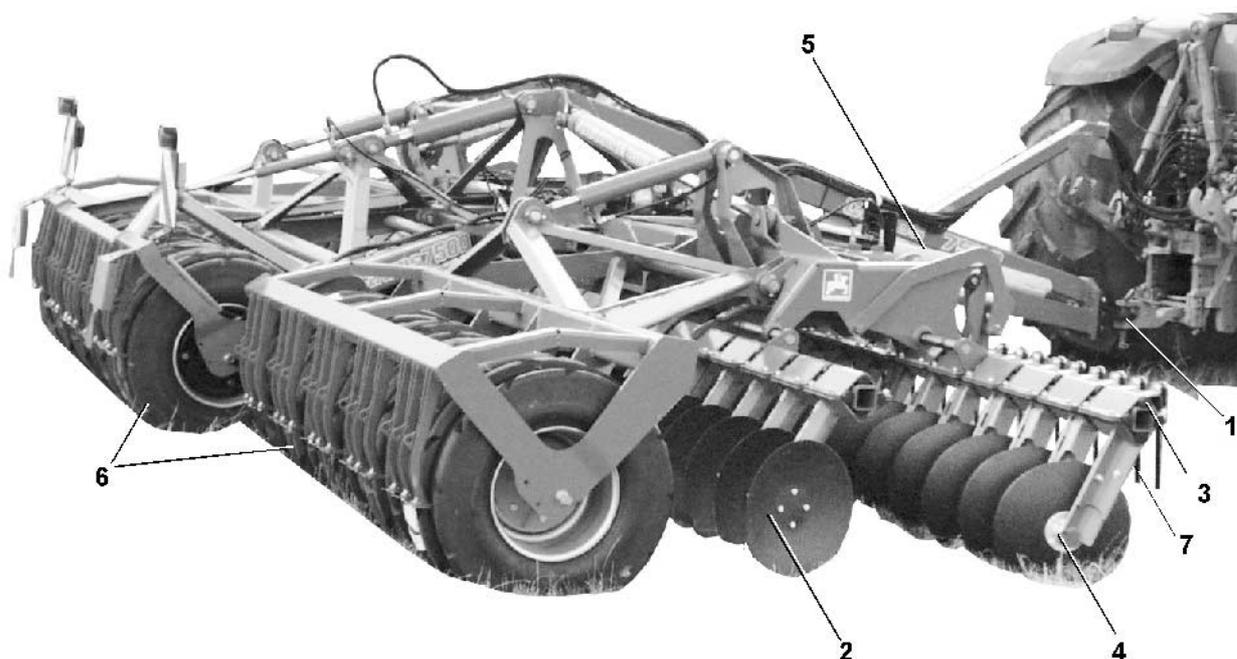

Fig. 11
La **Catros** se engancha al tractor con un péndulo de tracción (Fig. 11/1).
Los discos huecos (Fig. 11/2) a prueba de obturaciones están dispuestos desplazados con un ángulo de 17° adelante y de 14° atrás en dirección de marcha del vehículo.
Los discos huecos con un diámetro de 460 mm son retornados a su posición de trabajo por elementos elásticos de goma (Fig. 11/4) después de salvar un obstáculo.
- El desplazamiento de ambas hileras de discos se adapta mediante la unidad de desplazamiento (Fig. 11/5) a la profundidad de trabajo y a la velocidad. El ajuste se efectúa con el perno excéntrico **AMAZONE**.